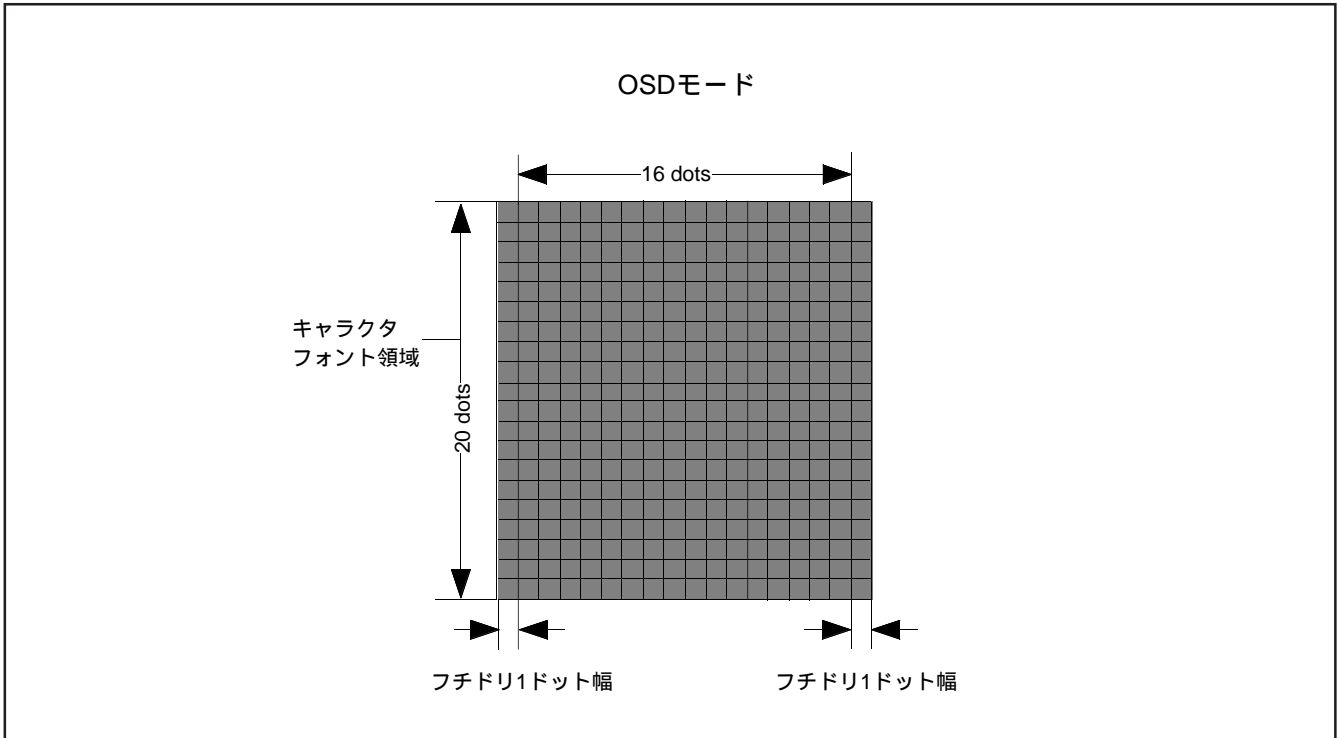

図 12.11.34 フチドリの領域
- 注1. フチドリドットの表示域は図12.11.34に示す網掛けの範囲です。